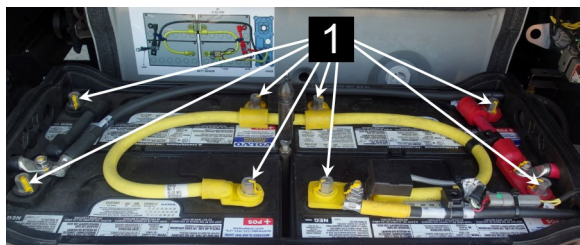

FIGURE 58: INSTALLER LES VIS DE Câbles DES BATTERIES
5. Connecter les câbles des batteries. Serrer les écrous des terminaux (item 1, FIGURE 58) à la valeur de couple suivante: